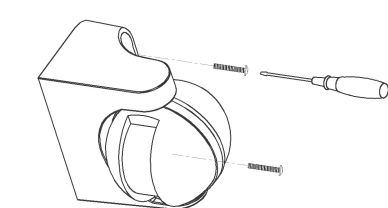

Figura 1
- Desaperte o parafuso traseiro e descarregue o botão (consulte a figura 1).